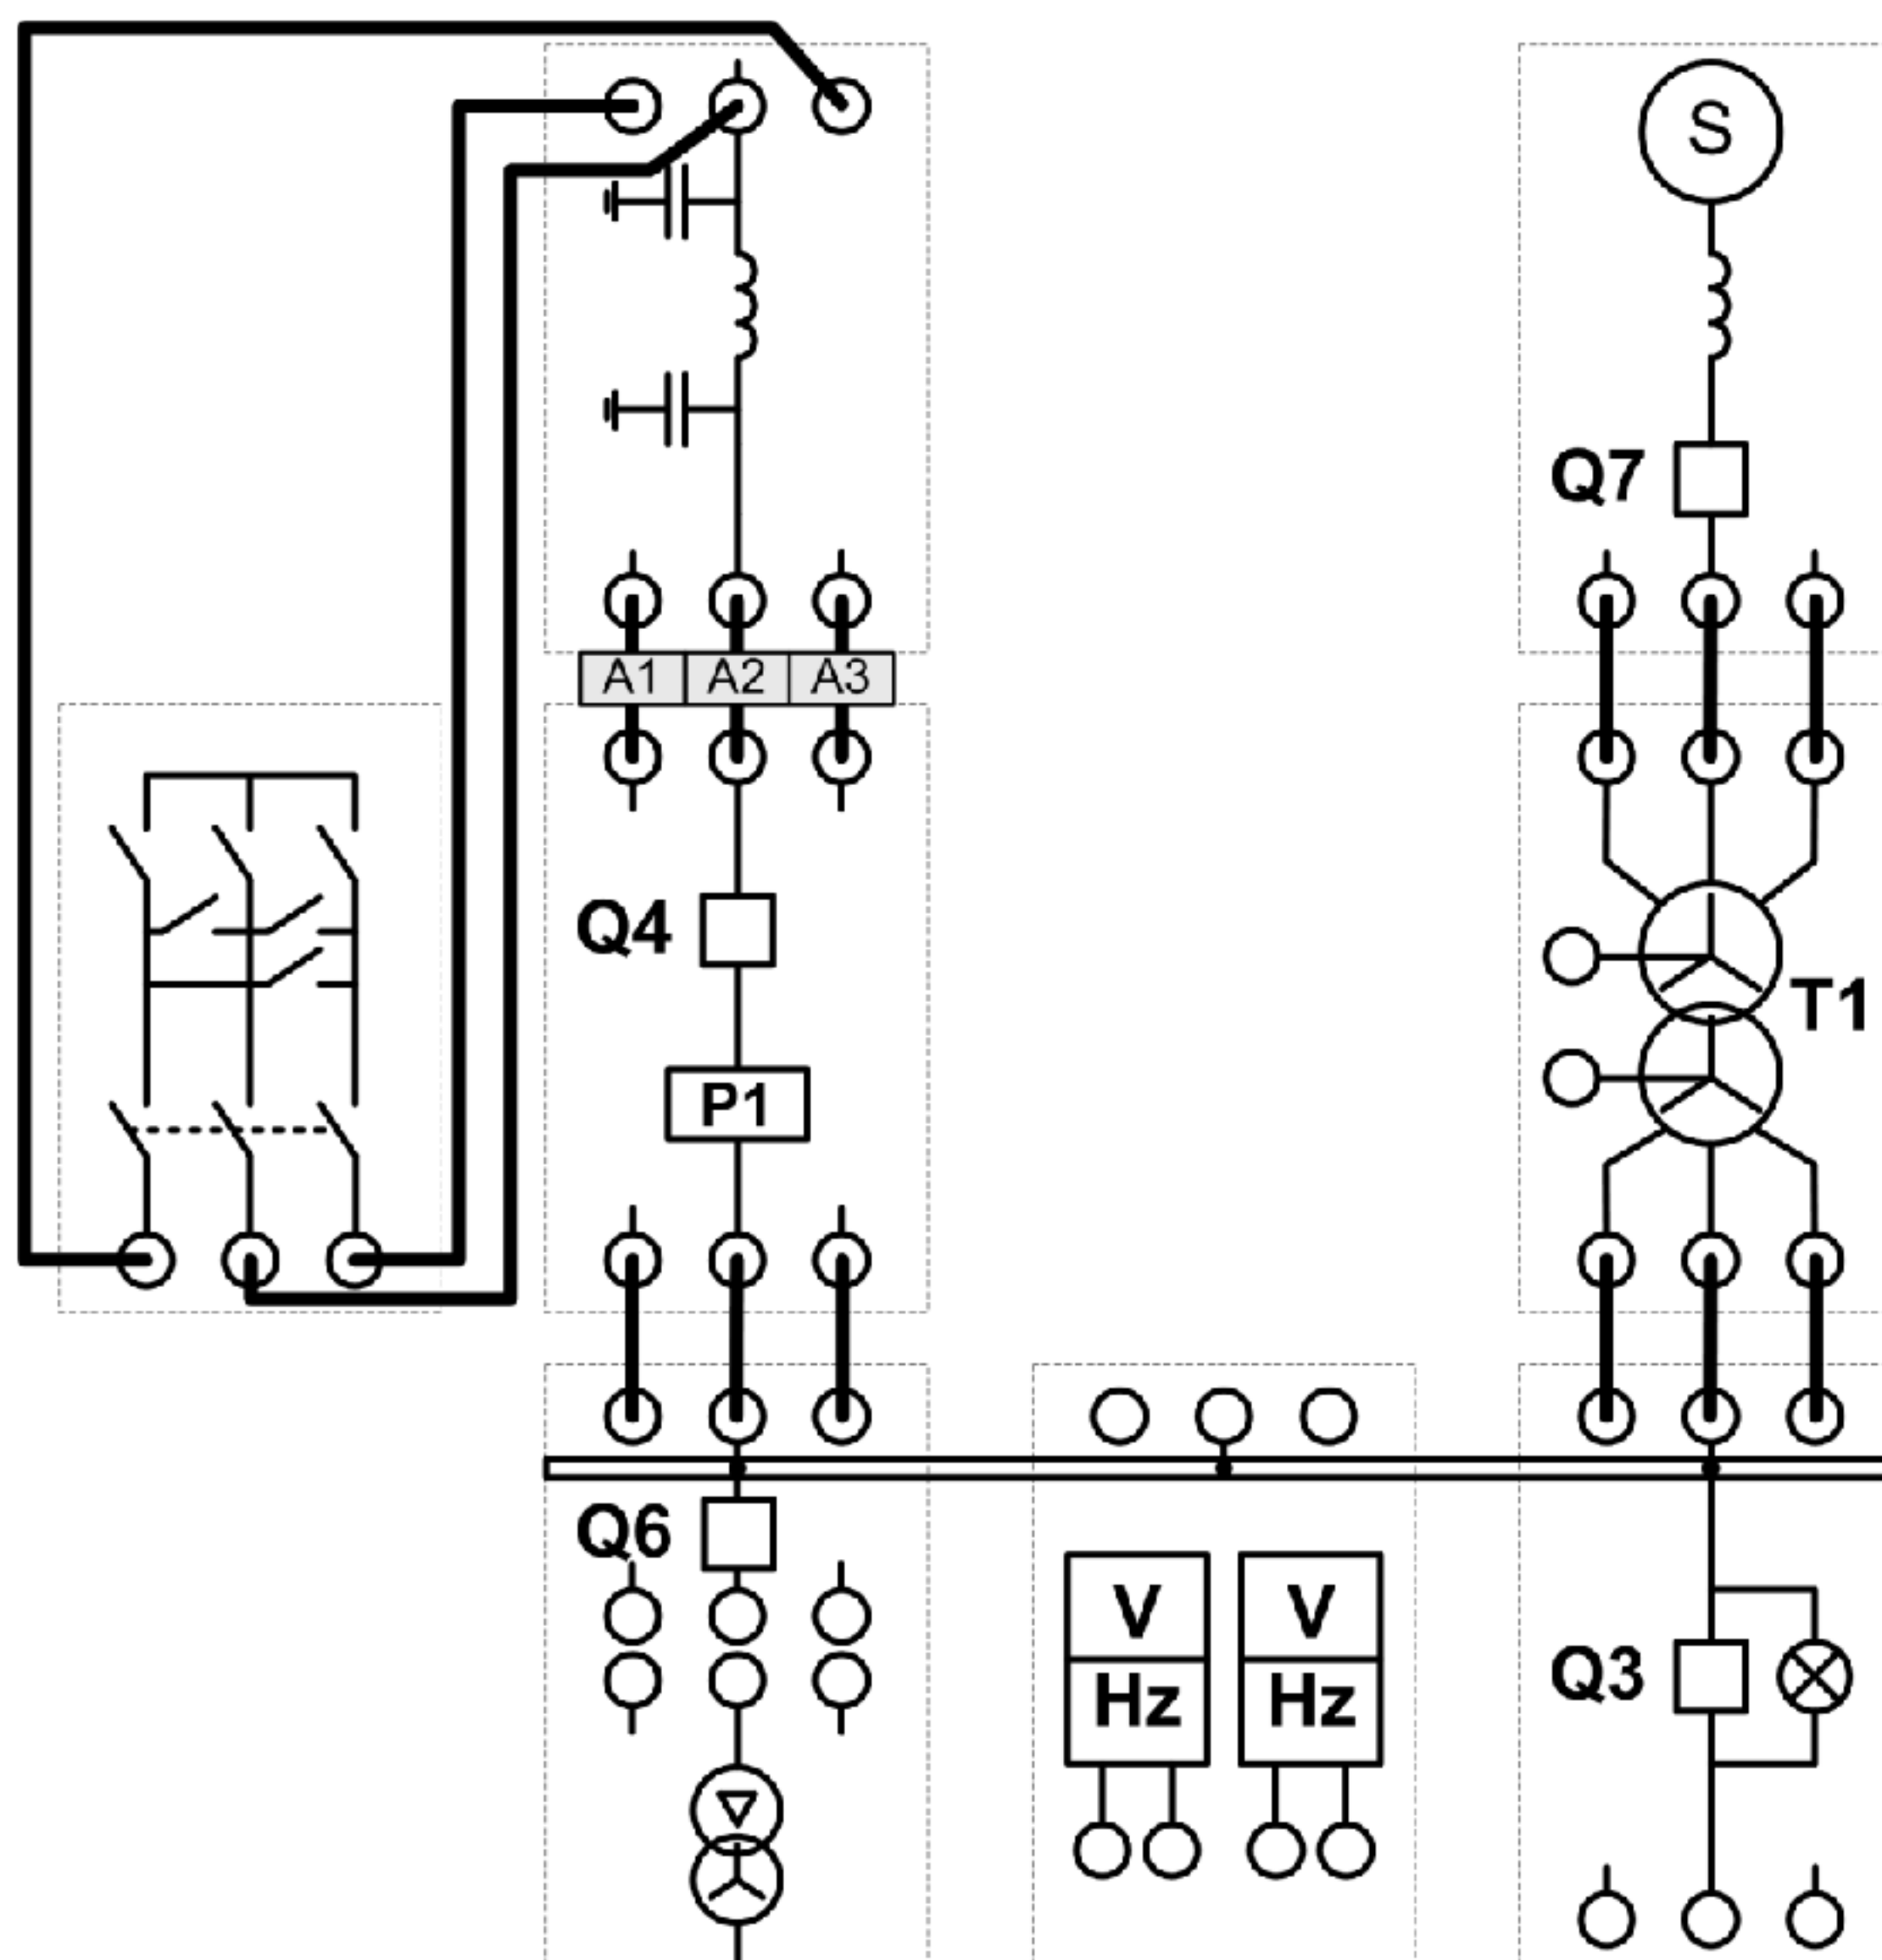

Рис. 1.1
1) Собрать схему лабораторных испытаний рис. 1.1. (ВСЕ модули стенда должны быть ОТКЛЮЧЕНЫ!). Выключатель Q4 снабжен устройством защиты и управляется автоматически. Устройство защиты контролирует токи фаз линии электропередачи и формирует управляющие воздействия на выключатель Q4. Для создания короткого замыкания используется модуль короткозамыкателя, на схеме показан вариант его подключения для имитации режима короткого замыкания в середине линии электропередачи. С помощью автоматических выключателей QF1..QF6, расположенных на лицевой панели модуля короткозамыкателя, выбирается вид повреждения. Удаленность до точки короткого замыкания можно регулировать с помощью изменения положений переключателей SA1 модулей линий электропередач.